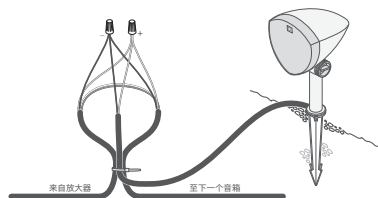

图 6
- 剪切左扬声器或右扬声器的两根正确电线 (参见下表), 剥去埋地线裸露端 3/4 英寸 (1.9 厘米) 的绝缘层, 然后从相应扬声器尾纤的端部剥去 3/4 英寸 (1.9 厘米) 的绝缘层 (见图 6)。
- 制作一个大约 10 英寸 (约 25 厘米) 的环路, 使用扎带将线环和扬声器尾纤固定到位, 以消除应力 (见图 6)。